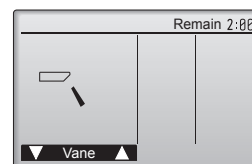

Fig. 7-7
- ① Vérifiez le volet automatique à l'aide des boutons  . (Fig. 7-7)
- ② Appuyez sur le bouton  pour revenir à l'écran "Test run" (Test fonctions).
- ③ Appuyez sur le bouton .